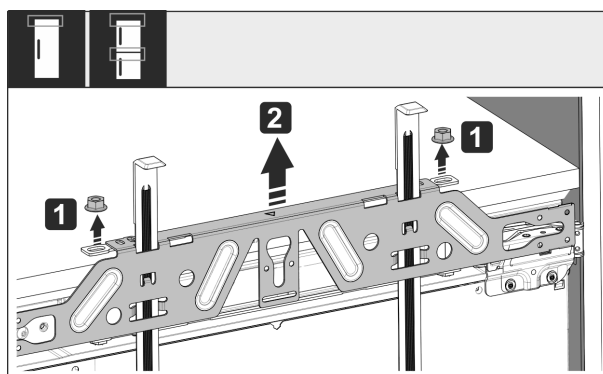

Fig. 58
- ▶ Shtrengoni kundërdadot Fig. 58 (1).
- ▶ Hiqni traversën e mbërthimit Fig. 58 (2).